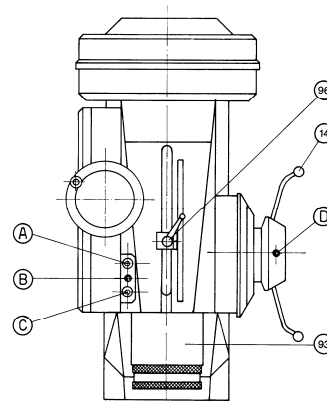
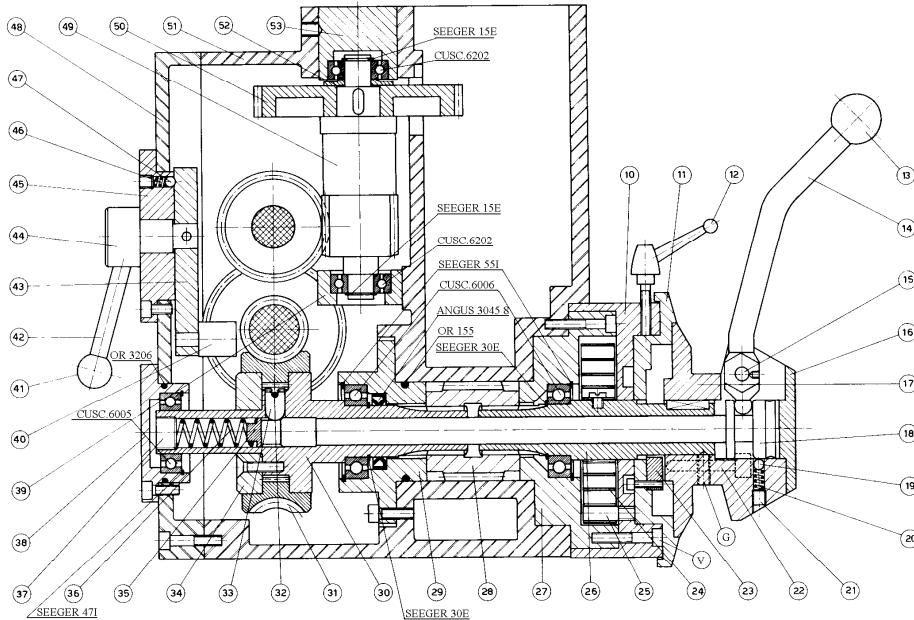
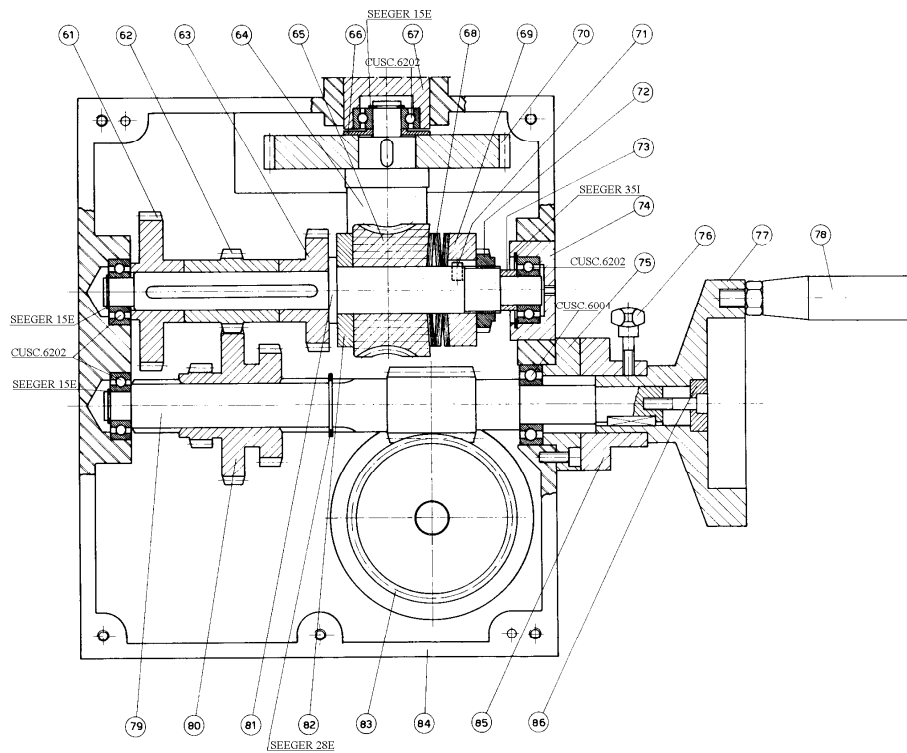

FIG.2
FIG.3
FIG.4
S'assurer que le voltage du moteur correspond à celui de la ligne d'alimentation .Pour les moteurs triphasés bipolaires ,le voltage est unique donc , si la tension du secteur ne correspond pas à celle du moteur , il faudra remplacer le moteur.Effectuer le branchement au moyen du tronçon de câble qui sort à l'arrière de la boîte électrique comme l'indique la figure 3 .Prévoir , en amont de la connexion , un interrupteur général muni de fusibles.(de type Am)
Tous les jours ,avant d'allumer la perceuse , lubrifier toutes les parties coulissantes et rectifiées. Faire particulièrement attention au fourreau et à la colonne. Lubrifier également le mécanisme pour la montée de la table au moyen du graisseur prévu à cet effet se trouvant sur le bras . Tous les mois , lubrifier avec de la graisse et de l'huile le roulement supérieur et la partie cannelée de la broche auxquels on accède en retirant la plaquette anti-graisse (15) figure 7. Remplir la boîte des dispositifs d'avance avec de l'huile après avoir retiré la plaquette (2) figure 2. Verser l'huile jusqu'au point rouge du témoin de niveau (1) figure 2 (0.7 l environ). **Faire très attention à ne pas dépasser le niveau indiqué pour que l'huile ne fuit pas du fourreau.** Une fois par mois (minimum) graisser à l'huile filante la couronne dentée en Nylon à laquelle on accède en retirant la plaquette (2) figure 2. Vidanger l'huile tous les 12 mois en l'évacuant à travers le bouchon de vidange (3) figure 2. **Huiles préconisées : ESSO - Teresso 32 ou MOBIL OIL - DTE Médium.**
3.1 REGLAGE DE LA BUTEE DE PROFONDEUR (FIG.2)
3.2 REGLAGE DE LA DESCENTE AUTOMATIQUE (FIG.2/3/4)
Pour enclencher le dispositif d'avance automatique , tirer les leviers (14) fig.2 vers l'extérieur en s'assurant que l'arrêt de profondeur manuel (96) fig.2 est en fin de course en bas. Pour choisir le type d'avance , agir sur le levier (42) fig.3 . Pour travailler avec l'avance du petit volant , positionner le levier (42) fig.3 au point mort (position intermédiaire entre deux avances) et enclencher le dispositif d'avance automatique. Faire ensuite tourner le volant (77) fig.4 pour obtenir l'avance manuelle micrométrique. Cette fonction est très utile pour le fraisage , pour accentuer l'effet entre un passage et l'autre . Lorsqu'on travaille avec l'avance automatique , il est possible de prédisposer la perceuse de sorte à obtenir la profondeur désirée. Pour ce faire , desserrer la poignée (12) fig.3 en faisant ensuite tourner le vernier gradué (11) fig.3 de sorte que la ligne du zéro sur le bloc (17) fig.3 coïncide avec la graduation sur le vernier correspondant à la profondeur désirée ; bloquer ensuite la poignée (12) fig.3. Si le dispositif de descente automatique ne reste pas enclenché , serrer légèrement la vis sans tête D.fig.2.
3.3 REGLAGE DU RESSORT DE RAPPEL DE BROCHE (FIG.3)
3.4 REGLAGE DU JEU DE FOURREAU (FIG.2)
3.5 REGLAGE DU JOINT DE SECURITE (FIG.4)